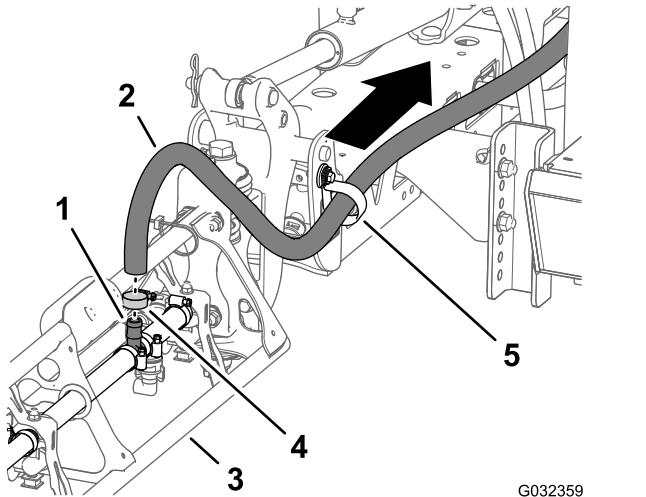

Figura 42
- Nella sezione della barra esterna, rimuovete la fascetta stringitubo che fissa il flessibile di alimentazione per la sezione delle barre al raccordo a T dentellato (Figura 42).
- Rimuovete il flessibile dal raccordo a T (Figura 42).
- Rimuovete l'estremità libera del flessibile dal serratubi a R (Figura 42).